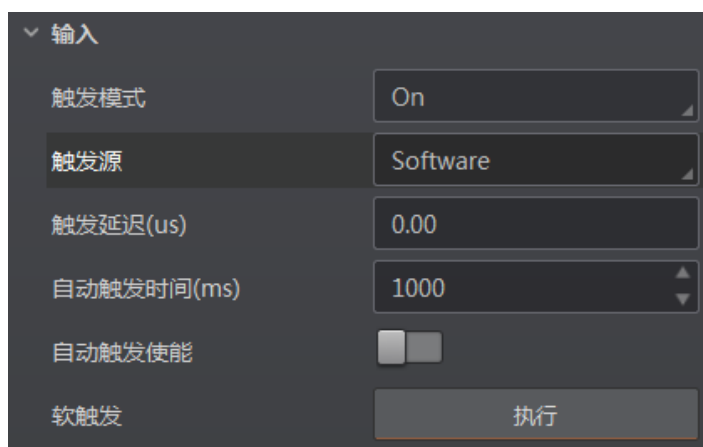

图3-27 软触发参数设置
4. 若触发源选择软触发, 可单击软触发的“执行”按钮, 手动进行触发。也可以开启自动触发使能后, 设置自动触发时间实现自动触发, 如图 3-27 所示。